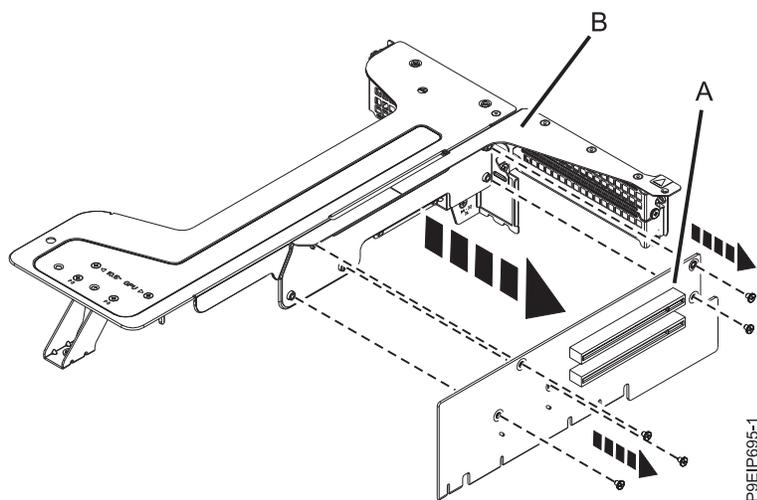

図 25. 位置 1 のライザー・カードの取り外し
8. ライザー・カードをライザー・フレームから取り外します。ライザー・カード (A) をライザー・サポート (B) に固定している 5 本のねじを取り外します (29 ページの図 25 を参照)。